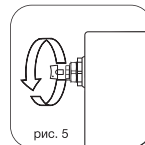

рис. 5
- 8.4. Для удаления воздуха из радиатора в верхний коллектор обязательна установка крана Маевского или автоматического воздухоотводчика. Для удаления воздуха через кран Маевского необходимо периодически (несколько раз в год) вручную стравливать его с помощью специального ключа\* (рис. 5).